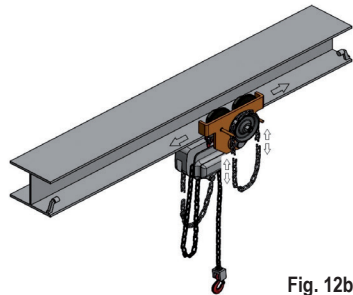

Fig. 12b
- utiliser la chaîne de manœuvre pour le modèle à chaîne (fig. 12B).